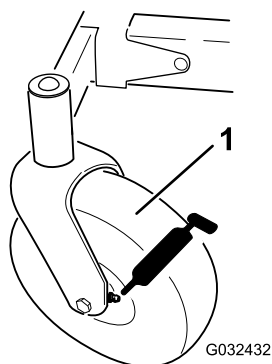

Figure 36
3. Nettoyez les graisseurs (Figure 36) avec un chiffon.
4. Raccordez une pompe à graisse à chaque graisseur (Figure 36).